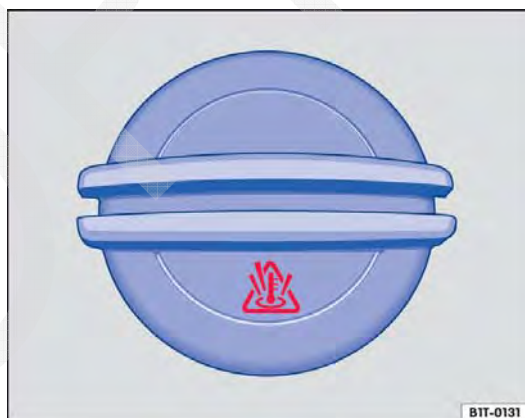

Fig. 133 No compartimento do motor: tampa do reservatório de expansão do líquido de arrefecimento do motor.
- O reservatório do líquido de arrefecimento do motor é reconhecido pelo símbolo  na tampa → Fig. 133.